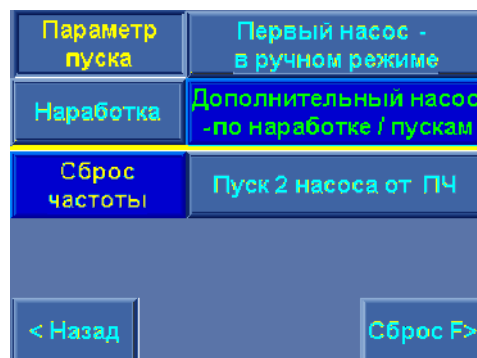

Рис. 9.5. Меню управления параметрами пуска и останова насосов
Меню (рис. 9.5) позволяет производить выбор первого и дополнительных насосов а также назначать режим пуска второго насоса.
**Пуск насоса** – в меню управления параметрами пуска и останова, рис. 9.5;